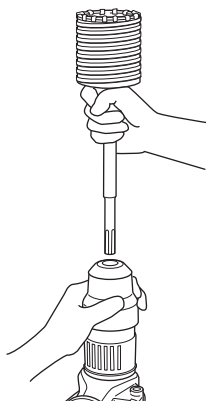

Fig. 17
- (2) Monter la queue de couronne sur le marteau rotatif à percussion. (Fig. 17)